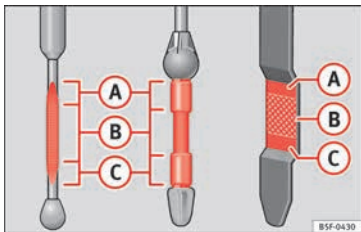

Abb. 207 Ölmesstab
Der Ölmesstab zeigt den Motorölstand an. »» **Abb. 207.**
- Der Ölstand darf keinesfalls oberhalb des Bereichs (A) »» **Abb. 207** liegen. Gefahr von Schäden an der Abgasanlage!